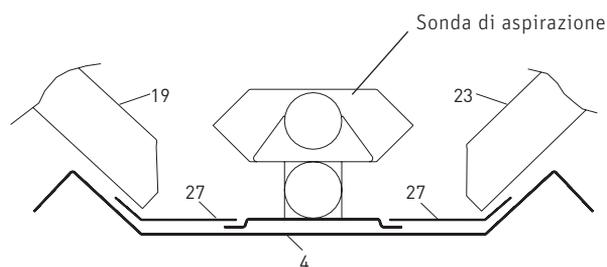
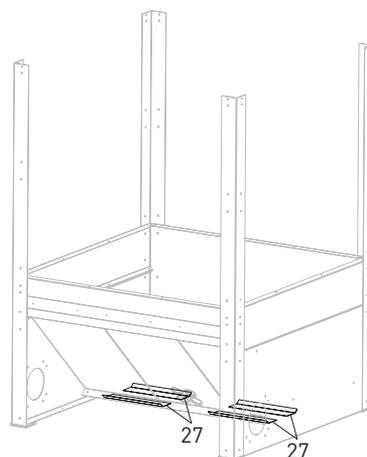

Fig. 11 Pannello a pavimento, supporti sonda e pareti oblique - vista da destra
Fig. 12 Montaggio dei supporti sonda
Avvertenza! Prima di avvitare le pareti oblique infilare anche 4 supporti sonda (27) – Fig. 11, Fig. 12.